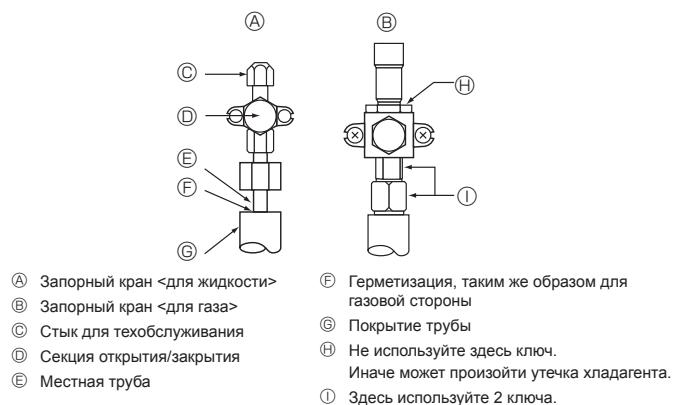

Fig. 4-5
- * Поверните только секцию (A). (Дополнительного затягивания секций (A) и (B) друг с другом не требуется.)
- (C) Шланг заправки хладагента
- (D) Сервисный порт
4.4. Метод проверки герметичности трубопровода хладагента (Fig. 4-5)